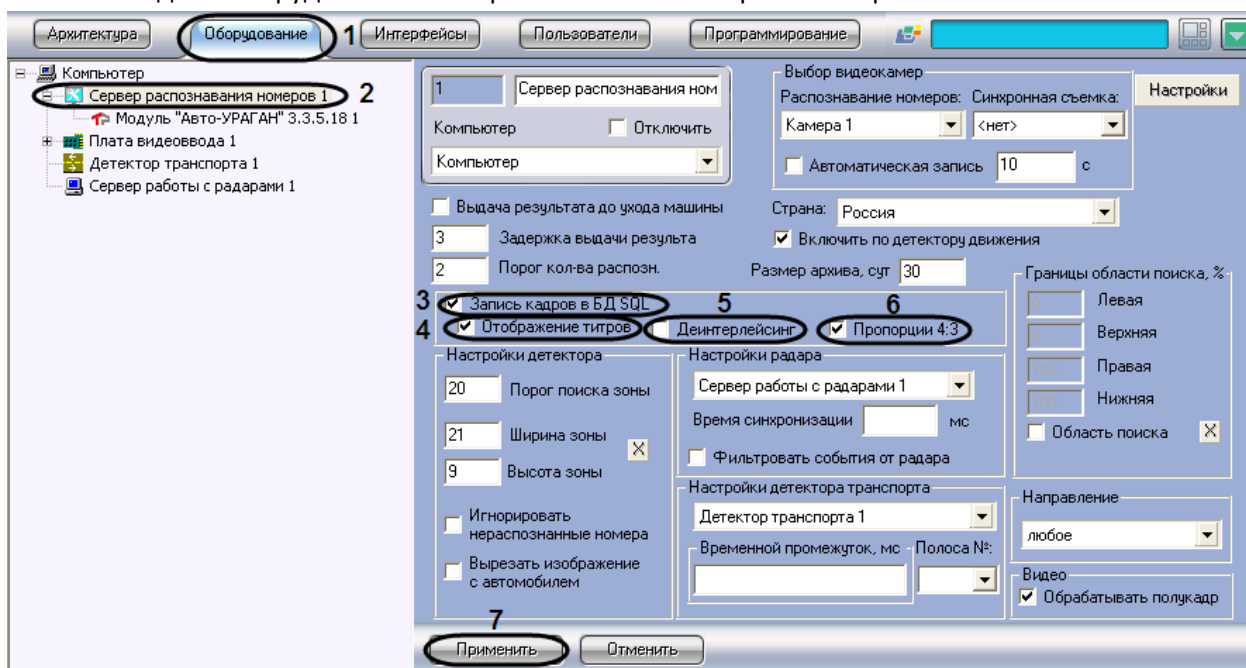

Рис. 7.2-7. Включение функции записи кадра с транспортным средством в базу данных номеров
1. В диалоговом окне «Настройка системы» перейти на вкладку «Оборудование» (Рис. 7.2-7, 1).
2. В дереве объектов на вкладке «Оборудование» выбрать объект «Сервер распознавания номеров», соответствующий активированному программному модулю «Авто-УРАГАН 3.3.5.18», «СARMEN-паркинг» или «СARMEN-Авто» (см. раздел «Активация программного модуля, используемого для распознавания номеров», Рис. 7.2-7, 2). В правой части вкладки «Оборудование» отобразится панель настройки выбранного объекта.
3. Установить флажок «Запись кадров в БД SQL» для активации функции записи кадра видеоизображения с транспортным средством, для которого был распознан номерной знак, в базу данных номеров (см. Рис. 7.2-7, 3)
4. Установить флажок «Отображение титров» для активации функции наложения титров на кадр видеоизображения при формировании отчета о распознанном номере (см. Рис. 7.2-7, 4)
5. В случае если видеоизображение поступает в полном разрешении, установить флажок «Деинтерлейсинг» для деинтерлейсинга кадра с транспортным средством (см. Рис. 7.2-7, 5)
6. В случае если в отчете о распознанном номере требуется отображать кадр с отношением ширины и высоты в пропорции 4:3, установить флажок «Пропорции 4:3» (см. Рис. 7.2-7, 6)
7. Нажать кнопку «Применить» (см. Рис. 7.2-7, 7).